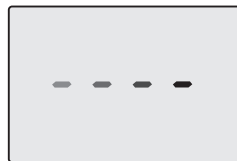
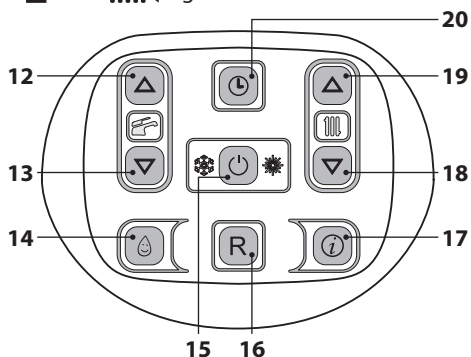

Figura 6.6
Figura 6.7
- Alimentare elettricamente la caldaia azionando l'interruttore bipolare previsto in installazione Il display LCD visualizza il simbolo  (Figura 6.6).
- Tenere premuto per 2 secondi il tasto 15 fino a far apparire sul display entrambi i simboli  e  (Figura 6.7).
- Spegnerne la caldaia tenendo premuto per 2 secondi il tasto 15 (Figura 6.7) fino a far apparire sul display LCD il simbolo - - - - (Figura 6.6).